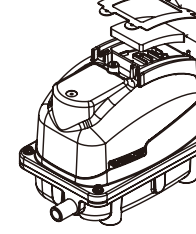
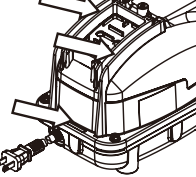

Figura 3
Figura 4
④ Retire o filtro da caixa superior e substitua-o por um novo ou limpo. (Figura 3) Sacuda bem o filtro sujo para remover a poeira. Quando ele estiver muito sujo, use detergente neutro e enxague bem, e depois deixe secar na sombra.
⑤ Verifique e certifique-se de que a entrada de ar não está entupida.
⑥ Remova a poeira da parte superior da carcaça traseira. (Figura 4)